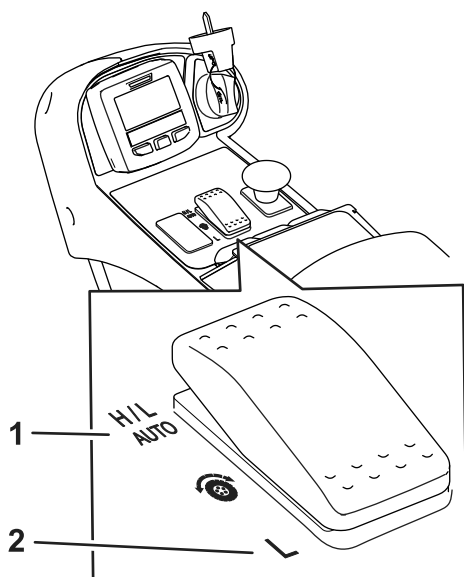
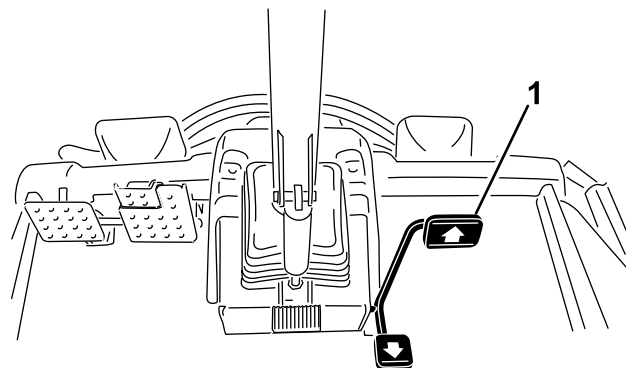

Figure 20
Figure 21
- Dans des conditions de fonctionnement normales, cette machine destinée à fonctionner en plaçant le sélecteur de gamme à la position H/L AUTO (Figure 20). Cette position permet à la machine d'alterner automatiquement entre les gammes haute et basse, selon qu'elle est utilisée pour la tonte ou le transport.
- Lorsque vous sélectionnez la position GAMME BASSE (Figure 20), la machine va toujours fonctionner en mode gamme basse. Ce réglage est à privilégier lorsque vous utilisez la machine dans un atelier, que vous la chargez ou la déchargez d'une remorque, quand vous gravissez des pentes raides ou pour toute autre opération qui ne nécessite pas une vitesse de déplacement élevée.
Cette machine dispose de 2 gammes de vitesse de déplacement : la gamme basse et la gamme haute. Le sélecteur de gamme permet de sélectionner les positions suivantes (Figure 20) :
Cette fonction permet de régler la vitesse maximale de la machine quand vous poussez la pédale à fond en avant (Figure 21). Vous pouvez régler une vitesse séparée pour la gamme basse et la gamme haute (Figure 20).